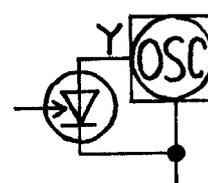

рис.3
8. Оценить работу исправного пульта ДУ можно с помощью фотодиода типа ФД-263-01 или подобного, включив его непосредственно на вход осциллографа (рис.3). Мнение о том, что так можно измерить уровень излучения ламп в инфракрасной области, увы, ошибочно [1]. Данным способом можно измерить только амплитуду ИК-излучений, то есть уровень пульсаций.